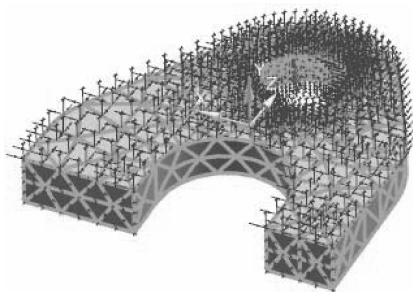

图 9-10 SIM 模型
- 仿真 (SIM) 文件：包含所有仿真数据，例如解法、解法设置、解算器特定仿真对象（例如温度调节装置、表格、流曲面等），载荷、约束、单元相关联数据和替代。可以创建许多与同一 FEM 部件相关联的仿真文件，如图 9-10 所示。